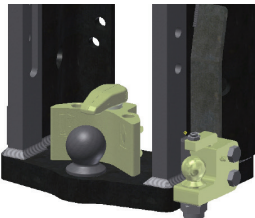

Bild 2
(siehe Bild 2)
**Montage:** (siehe Bild 2)